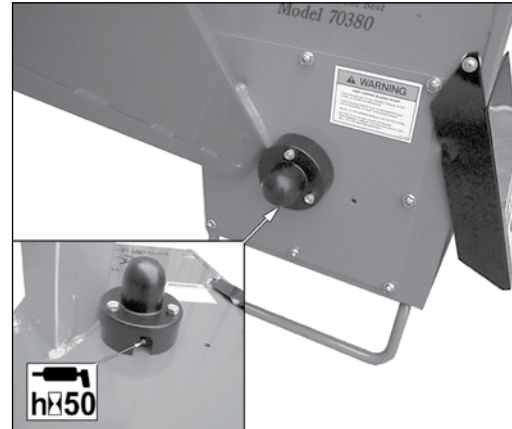

Figura 5.6 - Cojinete del lado del conducto.
1. COJINETE DEL LADO DEL CONDUCTO (FIGURA 5.6)